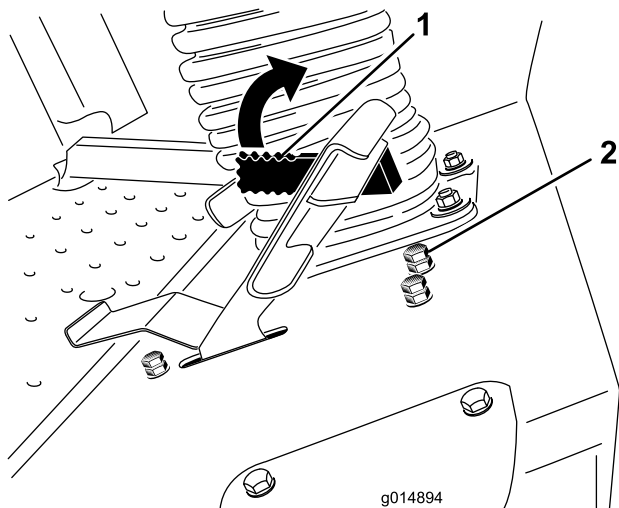

Figura 41
La leva del limitatore della velocità di tosatura (Figura 41) può essere spostata in avanti per limitare la velocità di trazione durante l'utilizzo della macchina.
3. Allentate il controdado sul bullone di arresto del limitatore della velocità di tosatura (Figura 41).